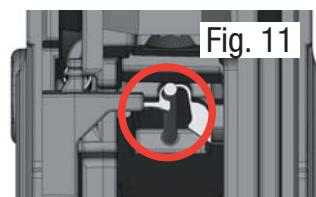

Fig. 11
- Inserire il ritegno del caricatore nell'impugnatura da sinistra oppure da destra, come necessario. **ASSICURATEVI CHE LA MOLLA SI INSERISCA NEL RITEGNO DEL CARICATORE** (Fig. 11).